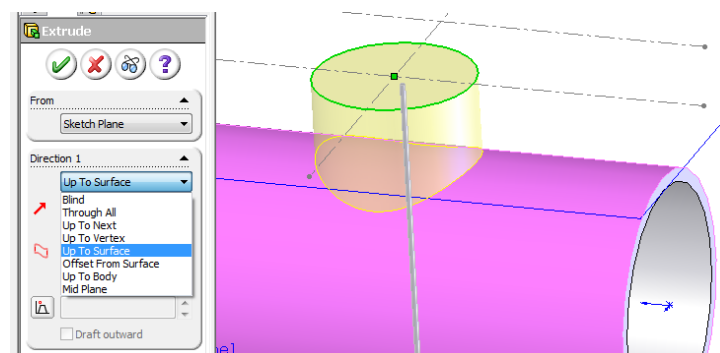

Рис. 1.5. Створення половини другої частини хрестовини
5. Тепер витягніть даний ескіз за допомогою інструменту **ВЫТЯНУТАЯ БОБЫШКА (Extruded Boss/Base)**, використовуючи настройку **ДО ПОВЕРХНОСТИ (рис. 1.5)**. В якості поверхні вкажіть поверхню попереднього циліндра.